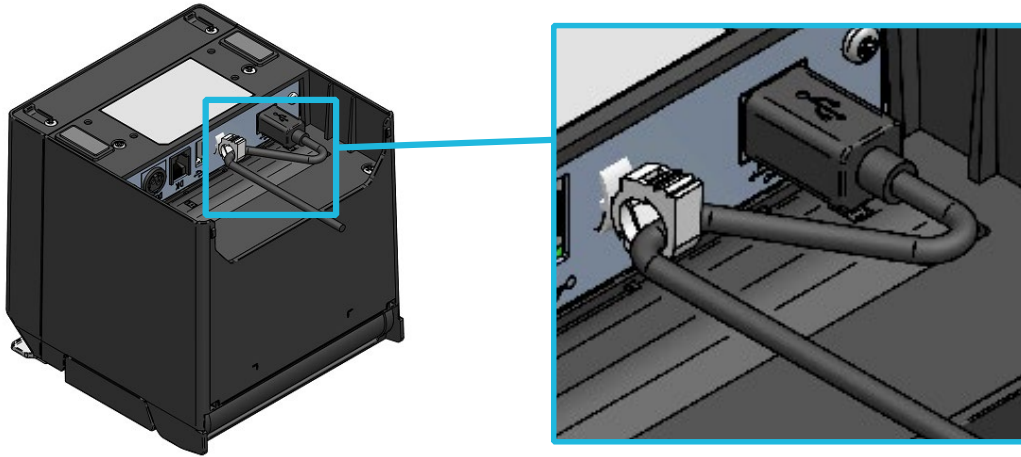
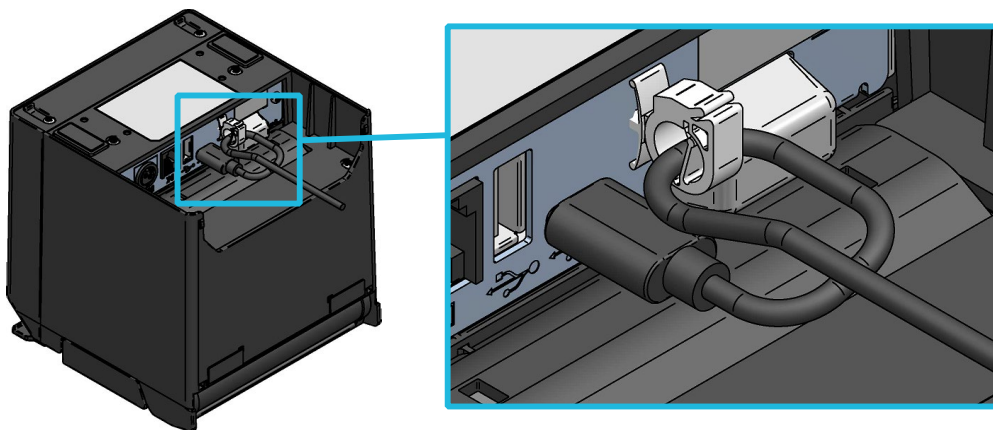

Abbildung 12-2 Festklemmen von Drucker und USB-Kabel
Abbildung 12-4 Festklemmen von Drucker und USB Type-C-Kabel
- (1) Stellen Sie sicher, dass der Drucker ausgeschaltet ist.
- (2) Schließen Sie das zu verwendende Schnittstellenkabel an den Schnittstellenanschluss auf der Rückseite des Druckers an. (Klemmen Sie das USB-Kabel mit der Drahtklammer wie in Abbildung 12-2 zum Anschließen des USB-Kabels und wie in Abbildung 12-4 zum Anschließen des USB-Type-C-Kabels dargestellt fest.)
- (3) Schalten Sie den Drucker ein und senden Sie Daten vom Host-Gerät an den Drucker.
- (4) Überprüfen Sie, dass die Daten korrekt gedruckt werden.